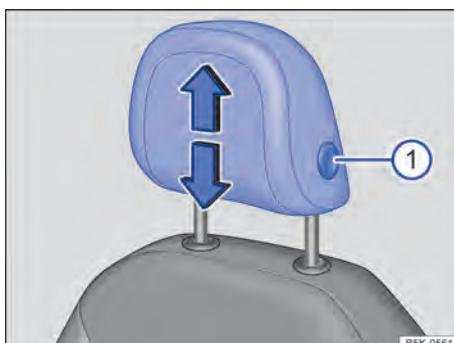

Fig. 71 Apoio para cabeça dianteiro: remover.
- Retirar o apoio para cabeça com o botão → Fig. 71 ① pressionado.
- Empurrar o apoio para cabeça totalmente para baixo com o botão → Fig. 71 ① pressionado.